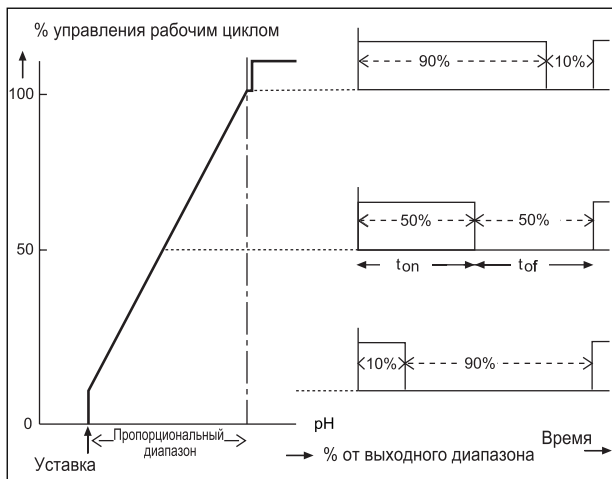

Рисунок 5-3.
*PER.	Период времени всего цикла импульсного управления (один период включения (ON) и один период выключения (OFF)). Смотрите рисунок 5-3.